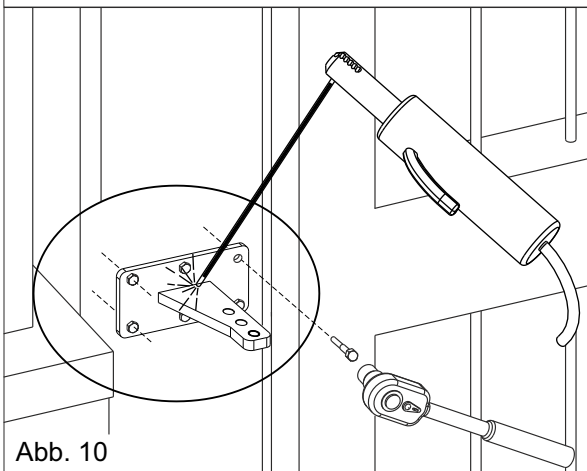

Abb. 10
- Den Bügel so am Tor befestigen, dass sich der Antrieb in einer perfekt waagrecht Position befindet, dann festschrauben oder festschweißen (Abb. 10).